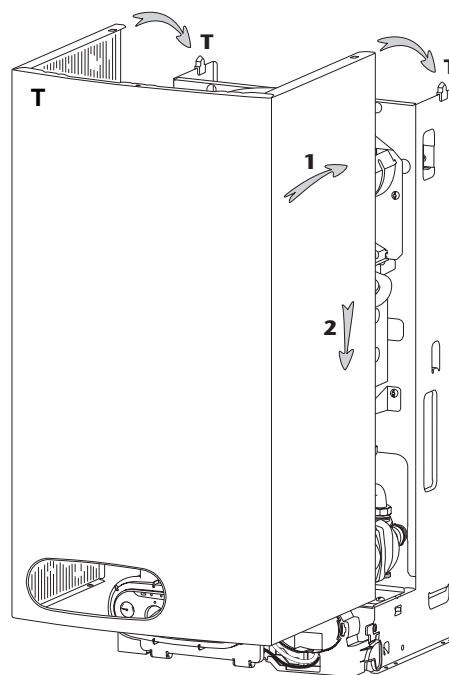

Fig. 18
- plaats de bekleding (fig. 18)